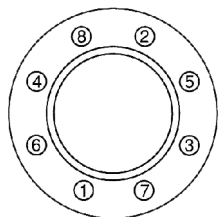

図6
- !** H. 配管用ボルトの締め付けは、対角線上のボルトを均等に順次締め付けてください。片締めはモレの原因となります。①～⑧は締める順番の例を示しております。(図6)